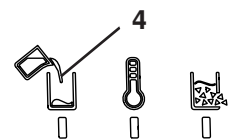

图 12
- ◆ “加热 / 准备操作”指示灯 (图 12, 5) 熄灭。